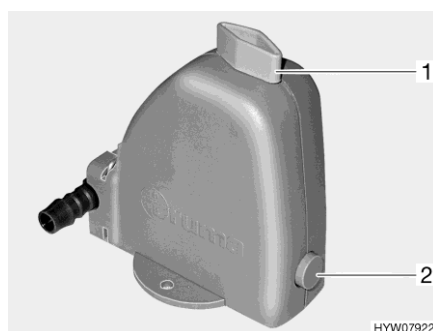

Fig. 81 Valvola di sicurezza/di scarico
Il riscaldamento è dotato di una valvola di sicurezza/di scarico (Fig. 81). La valvola di sicurezza/di scarico impedisce che l'acqua per la preparazione dell'acqua calda congeli in presenza di basse temperature esterne, quando il riscaldamento non è acceso.
- Chiudere la valvola di sicurezza/di scarico. A tal fine ruotare la manopola (Fig. 81,1) verticalmente rispetto alla valvola di sicurezza/di scarico e premere verso l'interno il bottone automatico (Fig. 81,2).
- Aprire la valvola di sicurezza/di scarico. A tal fine ruotare la manopola (Fig. 81,1) nel senso della lunghezza della valvola di sicurezza/di scarico. Il bottone automatico (Fig. 81,2) scatta all'infuori. Il serbatoio dell'acqua sanitaria viene svuotato verso l'esterno tramite la valvola di sicurezza/di scarico.